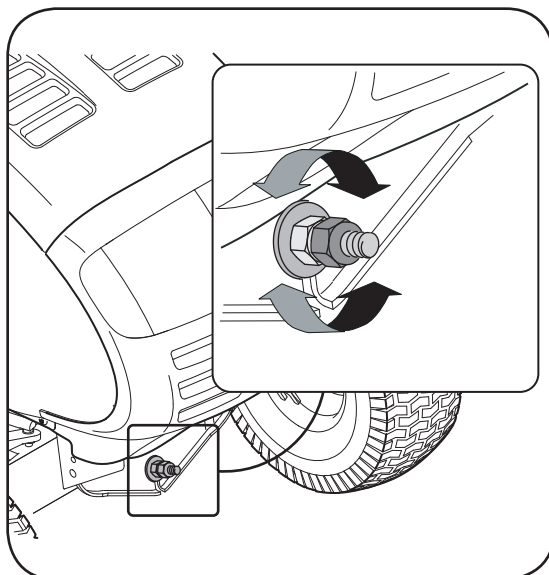

Figura 14
3. Localice la contratuerca y la tuerca de seguridad que se encuentran en la parte delantera de la ménsula estabilizadora. Vea la Figura 14. Después de aflojar la contratuerca: